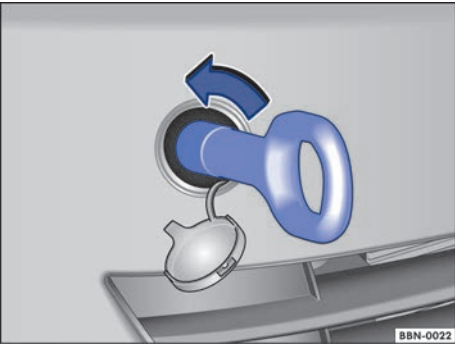

图 198 前保险杠上右侧：拧入牵引环
前部牵引环拧在前保险杠右侧护盖后的螺纹孔内 ⇒ 图 198。
- 将牵引环逆时针拧入螺纹孔 ⇒ 图 198 ⇒ ①，用一个合适的器具，将牵引环牢固可靠地拧入支座中。